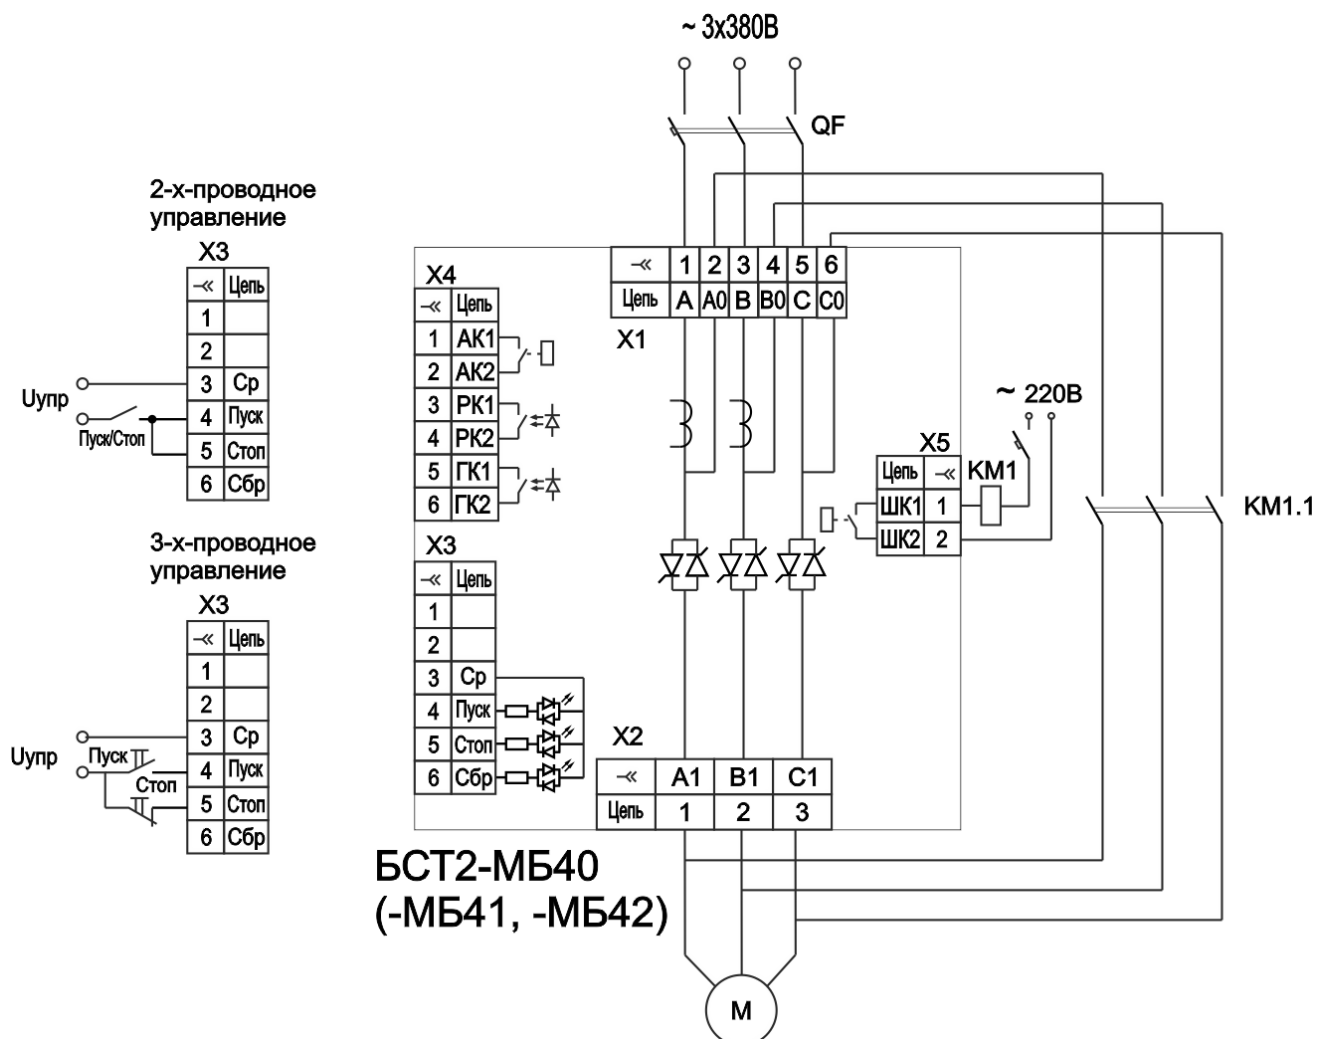

Рисунок 3 – Пример схемы подключения БСТ2-МБ40, БСТ2-МБ41, БСТ2-МБ42
1.6.7 Пример схемы подключения приведен на рис. 3 и 4.